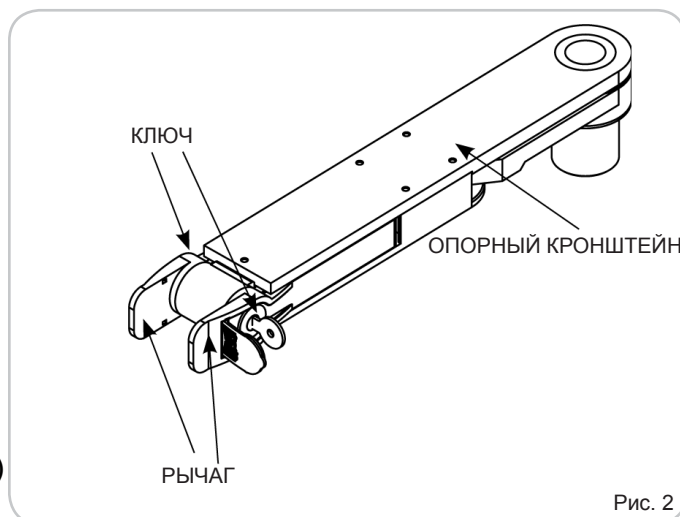

Рис. 2
- 1) Переместите рычаг назад в исходное положение (рис. 2)